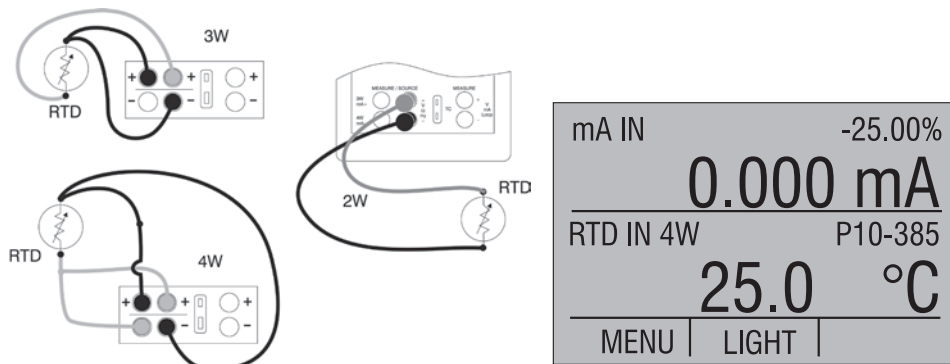

Figure 8. Mesure de la température avec une connexion RTD
5. Connecter les cordons RTD comme montré sur la figure 8.